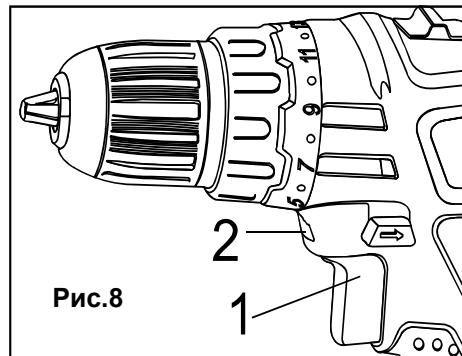

Рис.8
Встроенный фонарь (2) включается автоматически при нажатии кнопки включения (1) (рис.8) и автоматически выключается при ее отпускании.